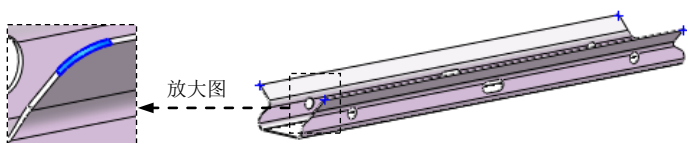

图 13.3.13 断开一边角 2
Step8. 创建图 13.3.13 所示的钣金特征——断开一边角 2。由于它的创建过程与断开一边角 1 的类似，这里不再叙述，详细操作请参照随书光盘。